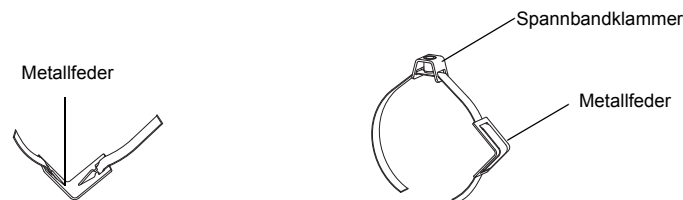

Abb. 9.40: Spannband mit Metallfeder und Spannbandklammer
- Schieben Sie das lange Ende des Spannbands durch Spannbandklammer und Metallfeder (siehe Abb. 9.40). Die Metallfeder muss nicht montiert werden: